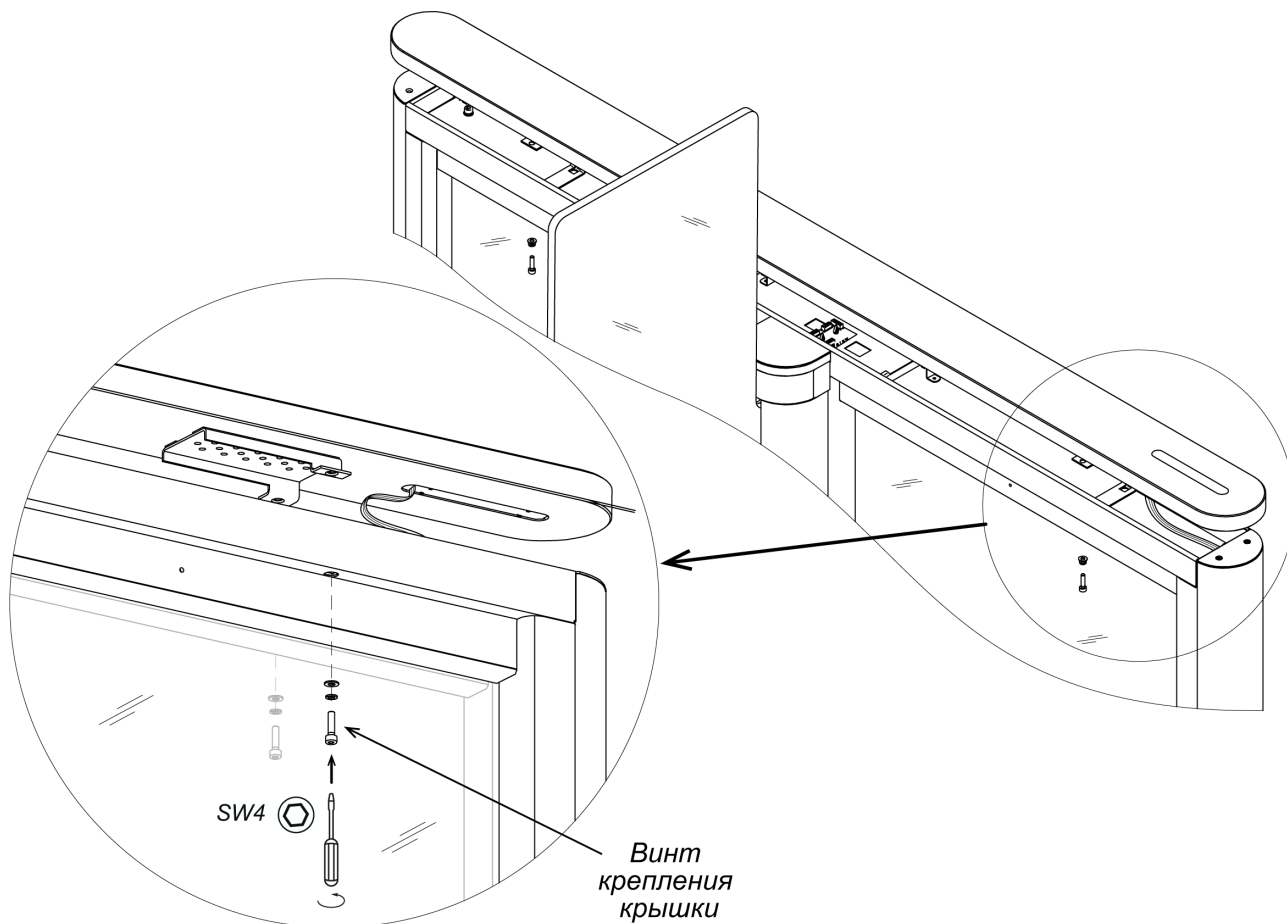

**Рисунок 22. Монтаж блока индикации центральной стойки**
Для установки блока индикации центральной стойки (5) (см. рис. 22):
- Установите блок индикации на площадку, расположенную над поворотной опорой створки, и при помощи шестигранного ключа SW4 зафиксируйте его на верхнем коробе стойки (7), используя два винта M5×10 с плоскими и пружинными шайбами из комплекта поставки.